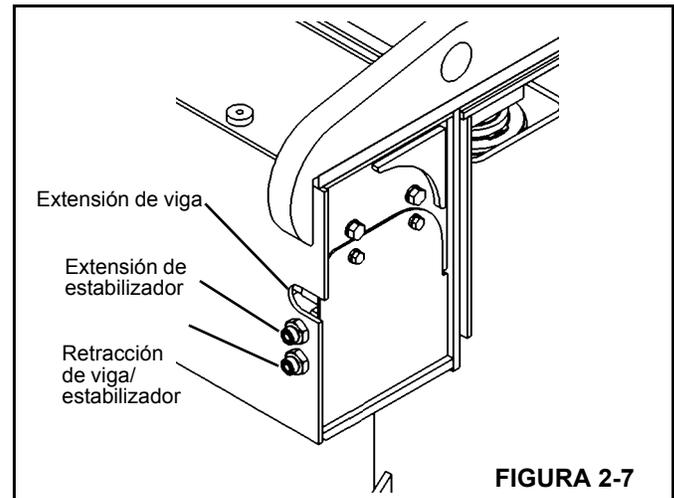

FIGURA 2-7
2. Instale un manómetro en la línea de retracción (Figura 2-7).